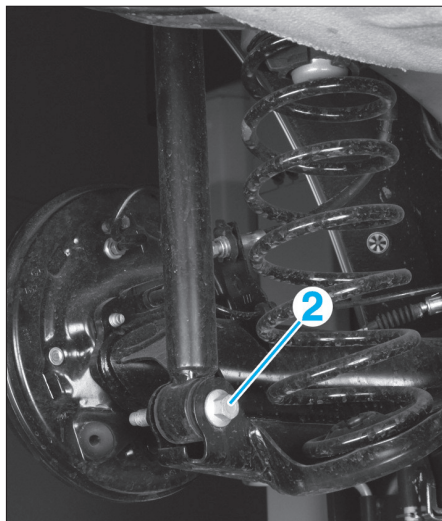

Fig. 22
- Déposer la fixation inférieure (2) de l'amortisseur (Fig.22).